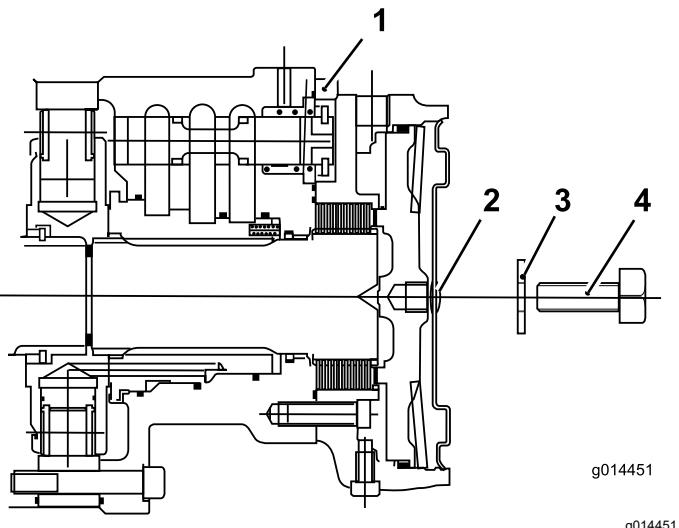

Figura 42
6. Inserite un bullone (12 x 40 mm) e una rondella (12 mm) nel foro al centro della piastra terminale del motore (Figura 42).
7. Serrate il bullone nel foro filettato del pistone del freno fino a sbloccare il freno (Figura 42).